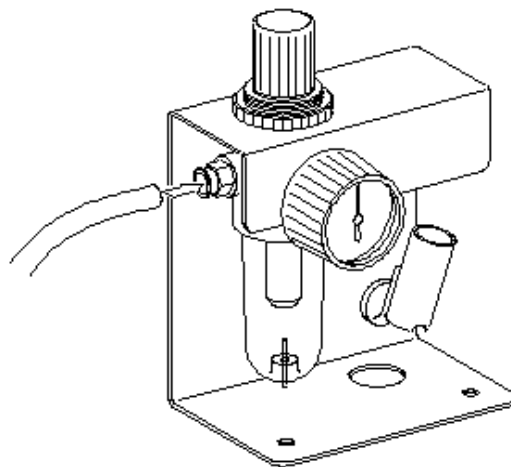

Bild 7.1
- (01) Wartungseinheit an der Wand oder auf der Werkbank befestigen.
- (02) Schlauch für externe Luftzufuhr an der Wartungseinheit aufschieben und fest verschrauben (Bild 7.1).